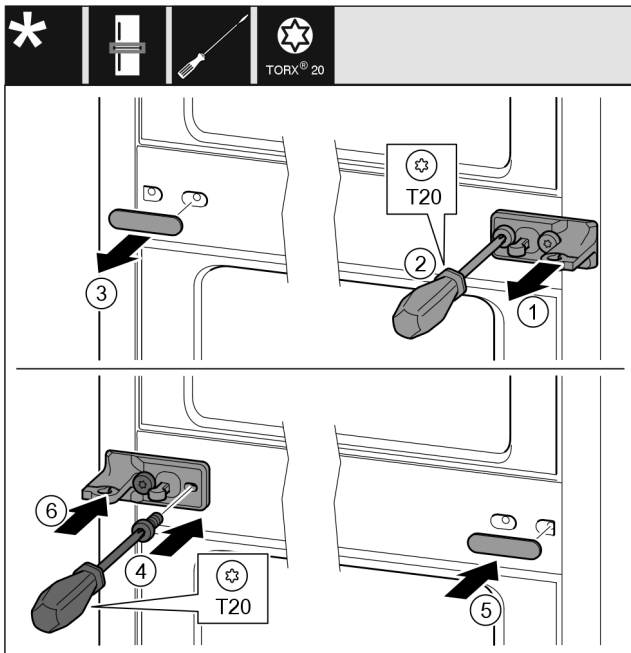

Fig. 33
- Skru av skiven. Fig. 33 (1)
- Skru ut skruene med skrutrekker T20. Fig. 33 (2)
- Trekk deksel forsiktig av. Fig. 33 (3)
- Skru fast lagerbukken med folie, dreid 180°, på den andre siden. Fig. 33 (4)
- Monter dekselet, dreid 180°, på den andre siden. Fig. 33 (5)
- Skyv skiven på forfra. Fig. 33 (6)